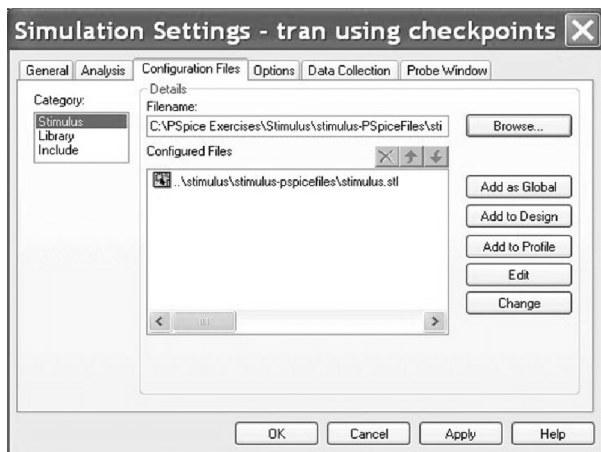

图 7.15 在仿真设置中添加激励源文件
5. 使用第 6 章已经定义的  $V_{in}$  信号源作为输入激励源，在仿真设置窗口中选择 **Configuration Files** 文件配置选项，然后在 **Category** 目录中选择 **Stimulus** 激励源，最后通过 **Browse** 浏览按钮对激励源文件 `stimulus.stl` 进行选定。如图 7.15 所示，单击 **Add to Design** 把所选激励源添加到设计中。第 6 章已经对激励源的具体添加步骤进行了详细的讲解。